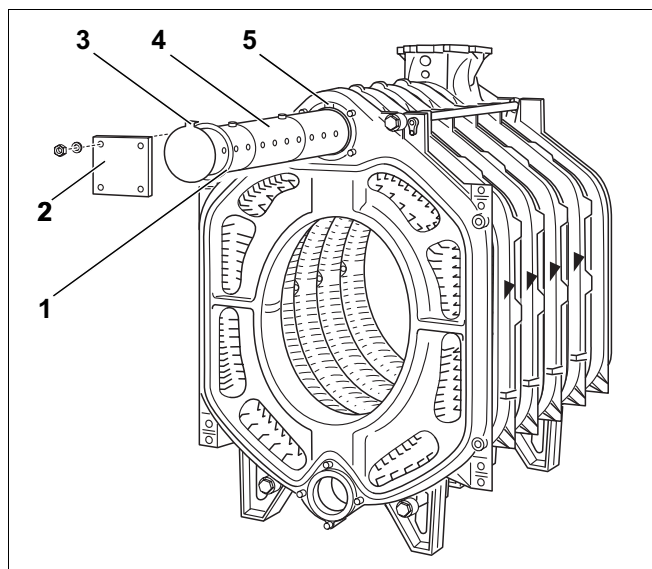

Fig. 20
Blanderøret (fig. 20, **pos. 4**) er 2-delt for kjeler med 9–11 elementer og 3-delt for kjeler med 12–16 elementer.
- Skyv den flate pakningen over blanderøret (fig. 20, **pos. 1**).
- Steng åpningen med en blindflens (fig. 20, **pos. 2**).
Knasten (fig. 20, **pos. 3**) på blanderørets avslutningsplate må smette inn i utsparingen i det øvre kjelnavet (fig. 20, **pos. 5**). Dermed er blanderøret låst i en slik stilling at utstrømningsåpningene står i riktig vinkel. På denne måten oppnås det en optimal vannfordeling i området rundt det øvre kjelnavet.